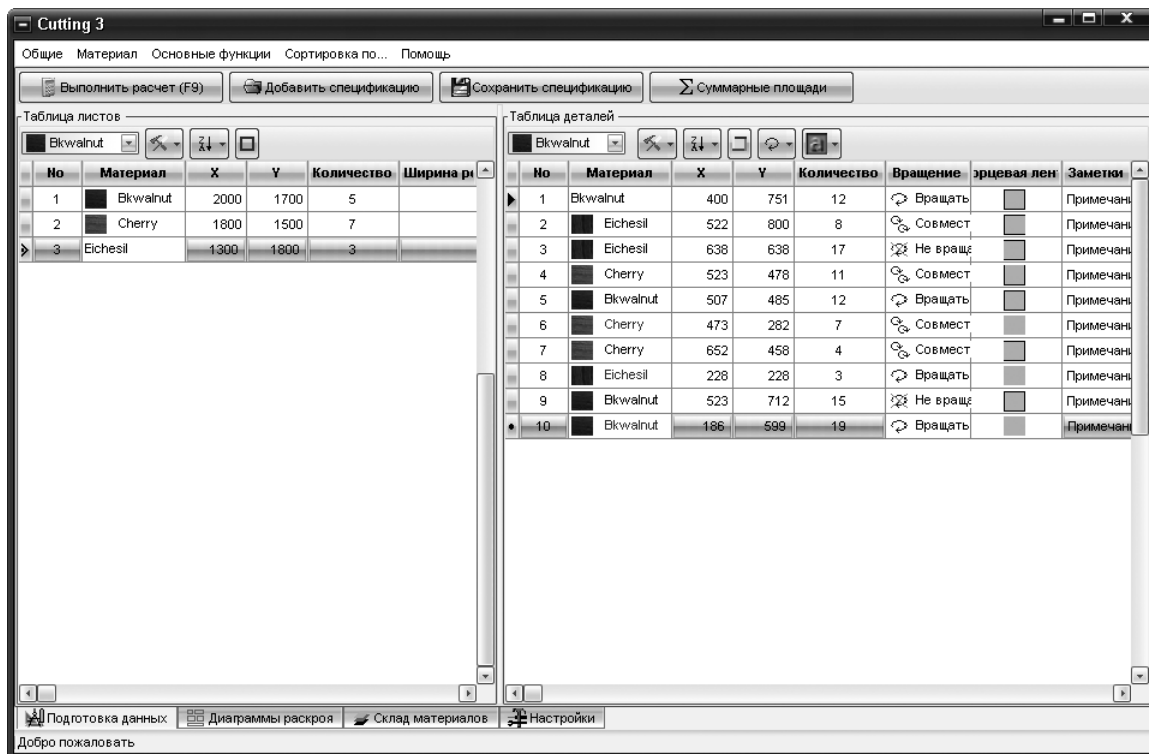

Рис. 7.17
1. Запустить программу, щелкнув кнопкой мыши на ее значке на Рабочем столе, — отобразится окно программы, открытое на вкладке Подготовка данных (рис. 7.17).